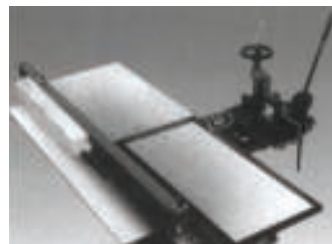

рис. 16
7.3 Пиление, фрезирование, выборка “четверти” (рис. 16, 17, 18)